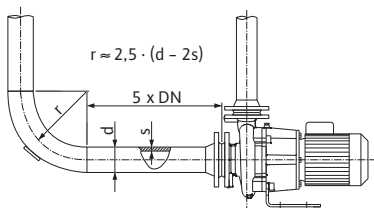

Fig. 3: Успокоителна отсечка преди и след помпата
- Отсекът за утаяване трябва да бъде осигурен пред и зад помпата, под формата на прав тръбопровод. Дължината на този отсек за утаяване трябва да бъде поне 5 x DN от фланеца на помпата (Виж Fig. 3). Тази мярка служи за избягване на кавитация на потока